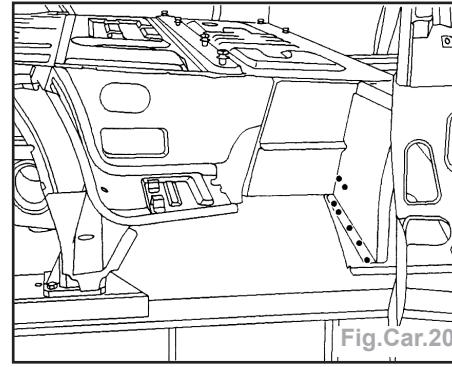

Fig.Car.20
- Poser la tôle de fermeture de brancard, souder par points bouchon MAG et meuler les points de soudure (Fig.Car.20).